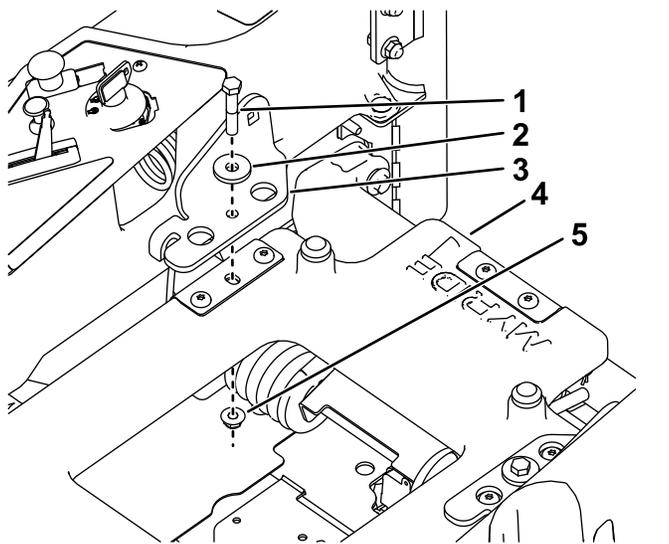

Рисунок 5
- Установите кронштейны ремня безопасности на платформу сиденья с помощью 2 болтов с неполной резьбой (3/8 x 2 дюйма), 2 малых шайб и 2 контргаек (3/8 дюйма), как показано на Рисунок 5.